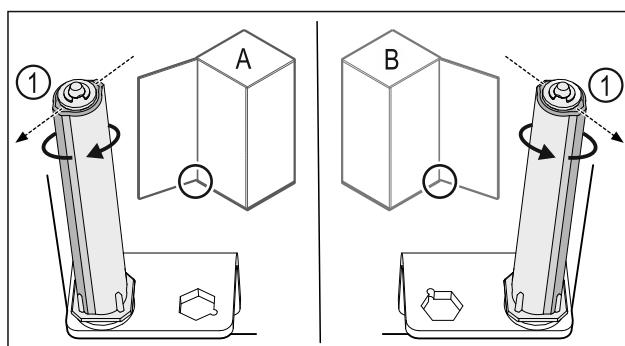

Fig. 36 Ľavý doraz (A)/pravý doraz (B)
- Otáčajte systém zatvárania proti odporu, kým nebude mostík systému zatvárania Fig. 36 (1) ukazovať von.